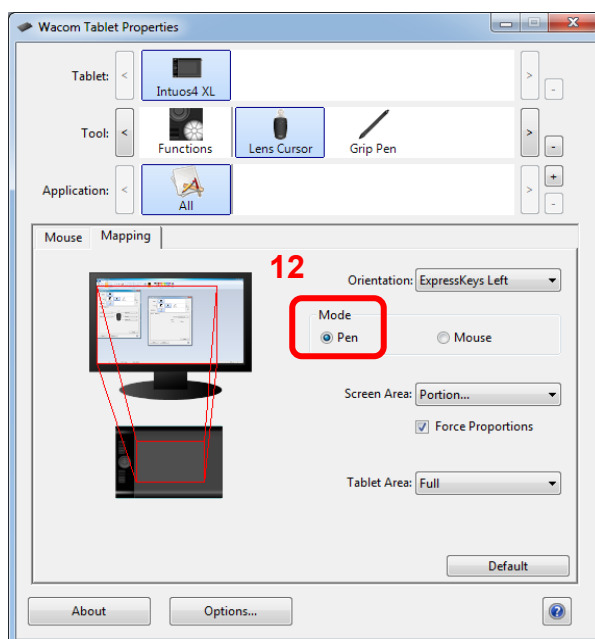

Рис. 56 Mapping
3. Выберите режим **PEN**, если хотите применить Lens Cursor nebo Grip Pen (см. шаг 12 на Рис. 56).